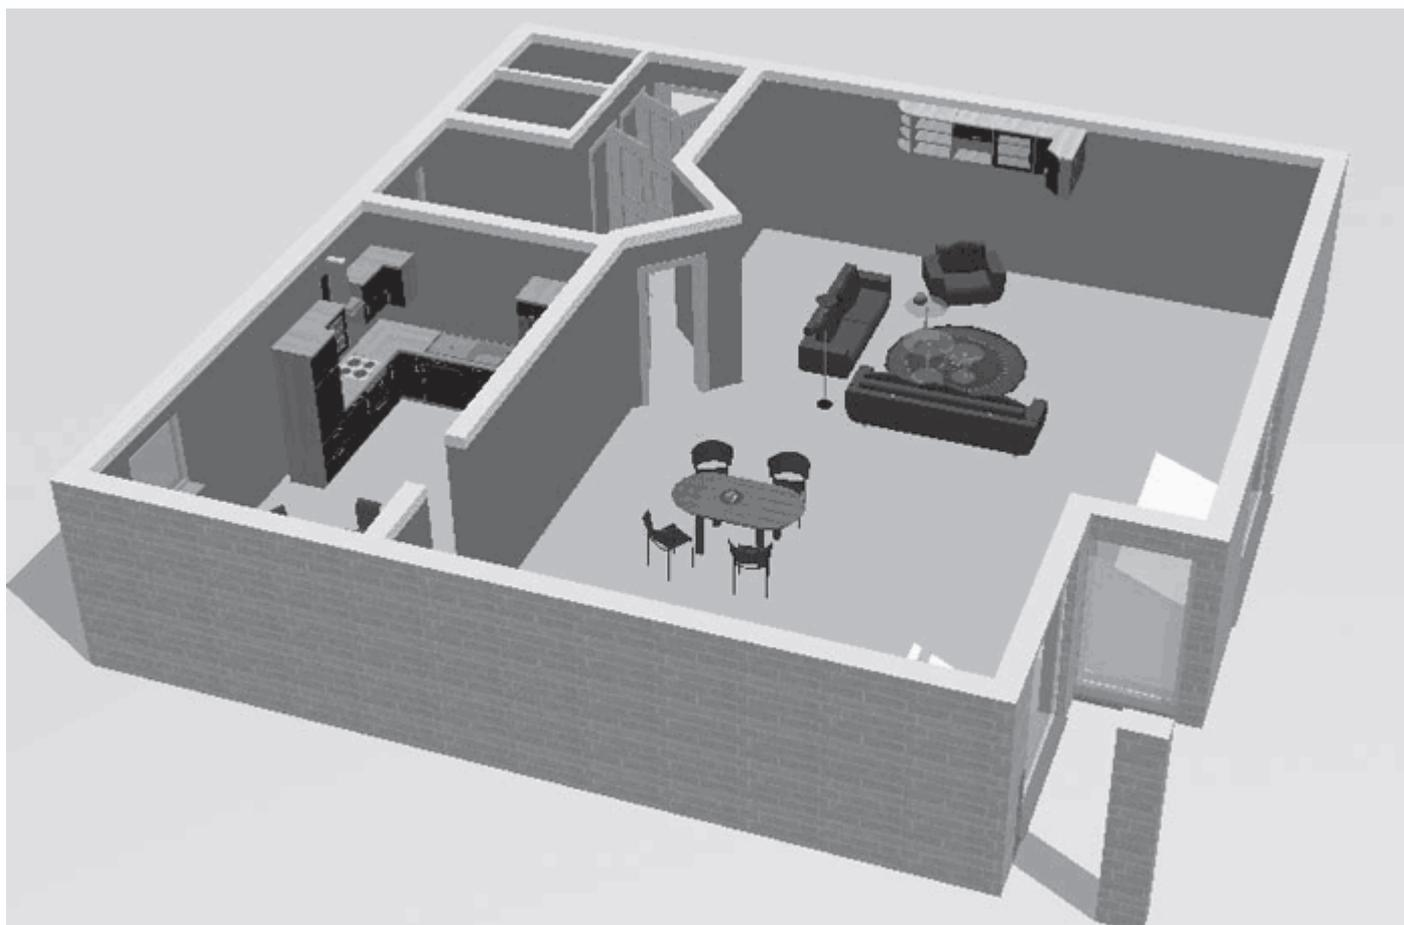

Рис. 5.41. Добавление готовых групп объектов в модель здания
6. Из раздела Gruppen (Группы) перетащите в модель квартиры любые понравившиеся вам объекты и расположите их в комнатах (рис. 5.41). При этом не забывайте пользоваться командами для позиционирования объектов в режиме дизайна, подробное описание которых было приведено в гл. 1.